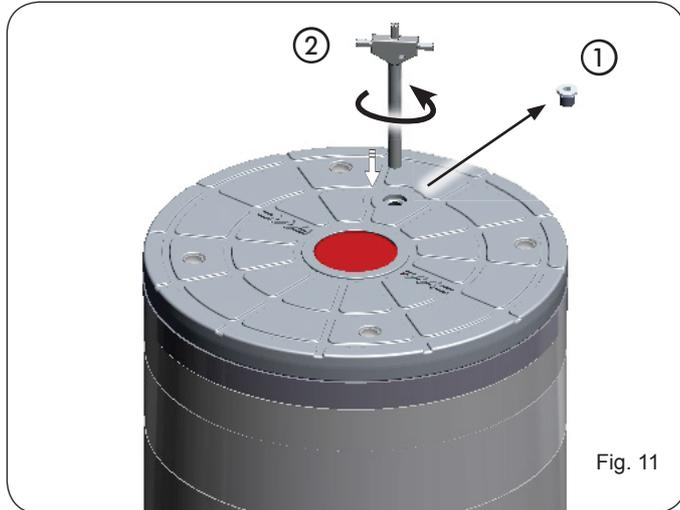

Fig. 11
1. Dévisser la vis de fermeture située sur la tête de la borne (fig. 11 réf. ①).
3. Tourner en sens inverse horaire pour abaisser la borne (fig. 11 réf. ②).